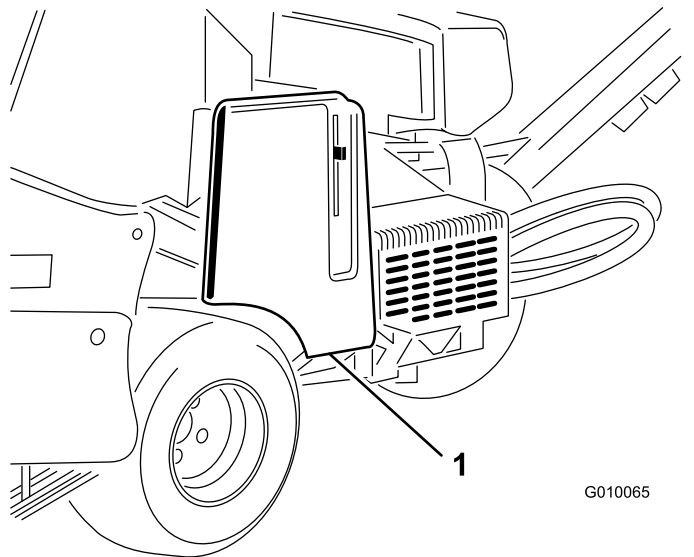

Bild 56
2. Entriegeln und entfernen Sie die Riemenabdeckung (**Bild 56**).